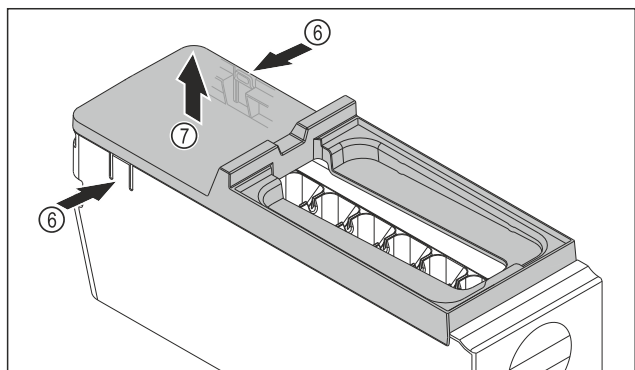

Fig. 131
- ▶ Снимите крышку корпуса EasyTwist-Ice: Надавите рукой на накладки Fig. 131 (6) с обеих сторон корпуса EasyTwist-Ice.
- ▶ Другой рукой снимите крышку Fig. 131 (7) по направлению вверх.